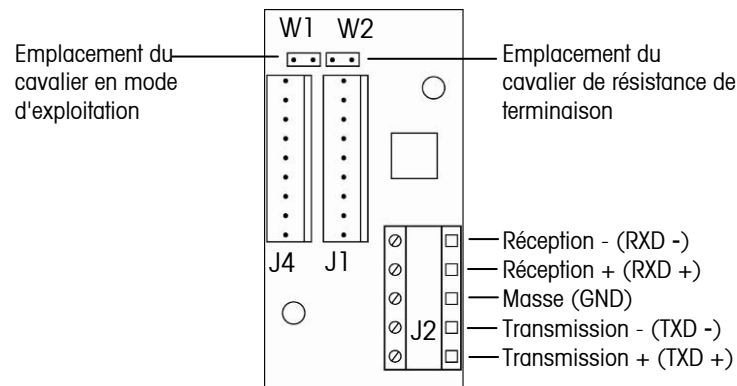

Figure 2.2 Connexions RS485
- Branchez les conducteurs sur le bornier J2 conformément à la Figure 2.2.